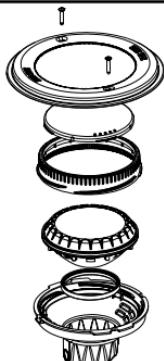

Fig. 3
3. Desmonte as peças necessárias do projector para retirar a lâmpada incandescente (esta operação é descrita pormenorizadamente no manual do projector) (Fig. 3).